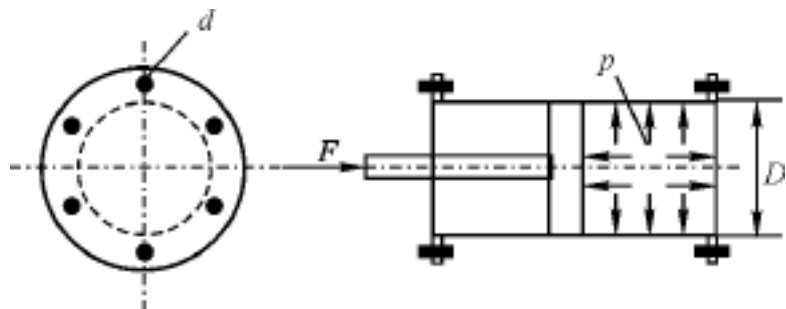

图 2.8
2. 如图 2.8 所示, 油缸盖和缸体采用 6 个螺栓联接。已知油缸内的油压 $p = 1 \text{ MPa}$, 活塞直径 $D = 350 \text{ mm}$, 螺栓材料的许用应力 $[\sigma] = 40 \text{ MPa}$, 求螺栓的直径 d 。